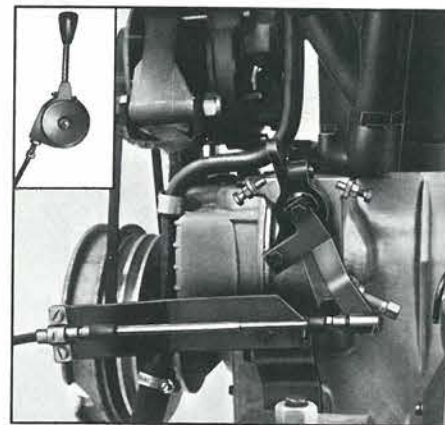

Fig. 5
1. Leva comando acceleratore (per comando invertitore manuale) (fig. 5)
1. Accelerator control lever for manual reversing command (fig. 5).